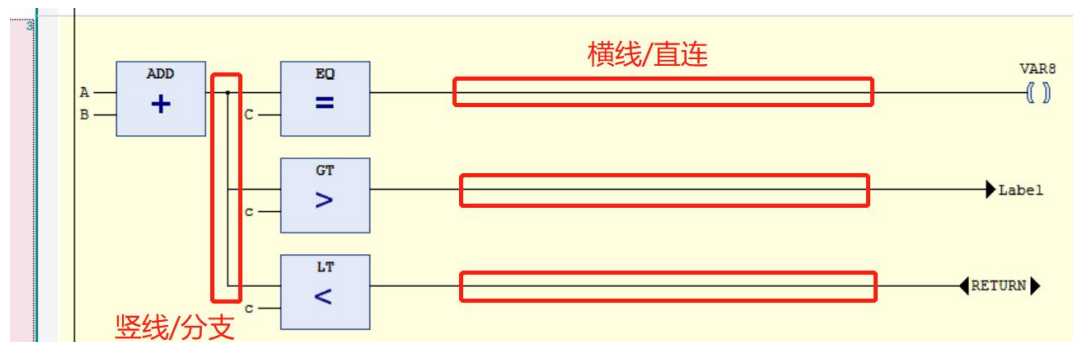

图 9.1-3：线元素
2. 连接线：在无论在 LD 编程还是 FBD 编程中，元件与元件之间通过连接线进行信号传递。连接元素的状态从左向右传递，实现能流的流动。连接线的图形符号有水平线和垂直线（分支），如下图 9.1-3：